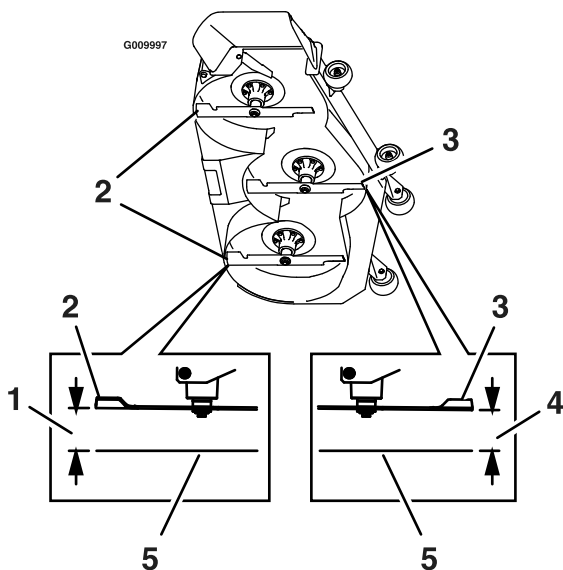

Figura 81
7. Meça a distância existente entre a superfície nivelada e a ponta dianteira da lâmina central (Figura 81).